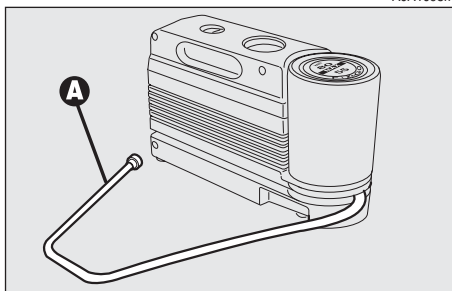
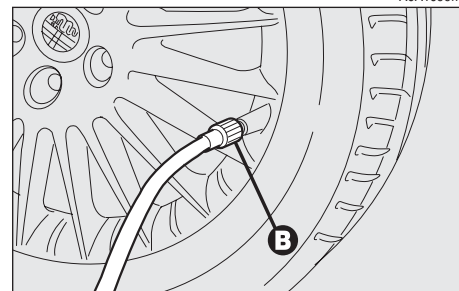

fig. 13
fig. 14
– dévisser le capuchon de la valve du pneu, extraire le flexible de remplissage **A-fig. 13** et visser la bague **B-fig. 14** sur la valve du pneu;